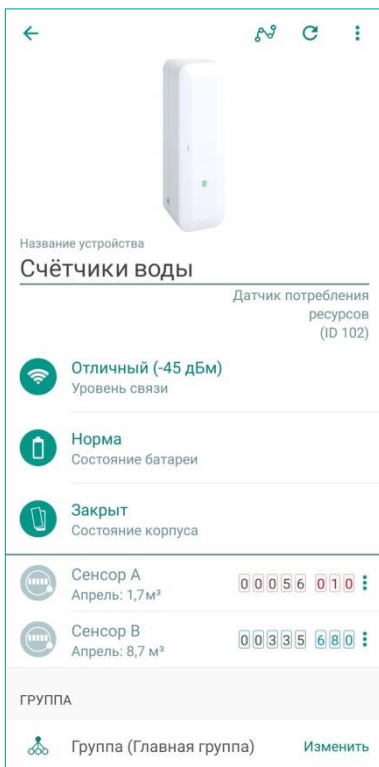

Рисунок 12.1 – Экран настройки датчика (подключены счетчики воды)
1. В приложении на экране настройки датчика (в строке *Уровень связи*, см. рисунок 12.1).
Текущие параметры работы отображаются на экране настройки датчика (см. рисунок 12.1):